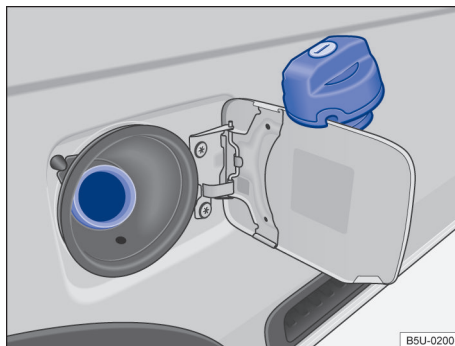

Fig. 125 Portezuela del depósito de combustible abierta con el tapón de cierre del depósito de combustible colgado.
- Gire la tapa del depósito de combustible en sentido antihorario y cuélguela encima de la portezuela del depósito de combustible → **fig. 125**.